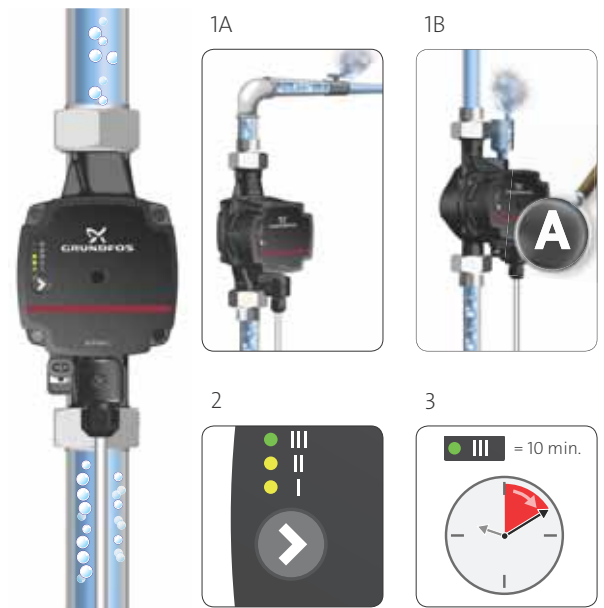

Fig. 7 Sfiato dell'impianto
2. Se la valvola di sfiato è installata nell'impianto, aprire manualmente la valvola. Vedi fig. 7, 1A. Se il corpo pompa è dotato di un separatore d'aria (ALPHA1 L XX-XX A) e uno sfiato automatico, l'aria fuoriesce automaticamente. Vedi fig. 7, 1B.
3. Impostare la pompa sulla velocità III. Vedi fig. 7, 2.
4. Lasciar girare la pompa per circa 10 minuti. Vedi fig. 7, 3. Ripetere la fase 1-3, se necessario.